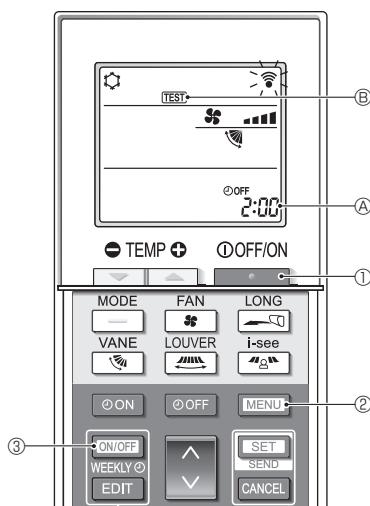

Fig. 7-5
■ Essai de fonctionnement (Fig. 7-5)
- Appuyez sur le bouton ① pour arrêter le climatiseur.
- Si la minuterie hebdomadaire est activée (**WEEKLY** est affiché), appuyez sur le bouton ③ pour la désactiver (**WEEKLY** disparaît).
- Appuyez sur le bouton ② pendant 5 secondes.
- Appuyez sur le bouton ②.